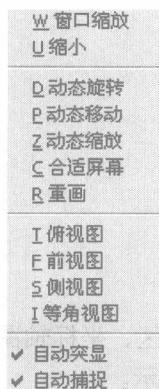

图 1-2 鼠标右键菜单
- ① 用鼠标单击主菜单区中相应的命令项，如“**C 绘图**”。
- ② 用鼠标单击辅助菜单区或工具栏的命令按钮，如“”。
- ③ 用键盘输入主菜单表区中相应的命令项前面的字母，如“**C 绘图**”前的“C”。
- ④ 用键盘快捷键输入，如“Alt+S”组合键。
- ⑤ 用鼠标右键菜单选项。在绘图区单击鼠标右键，出现如图 1-2 所示菜单，单击相应的命令。